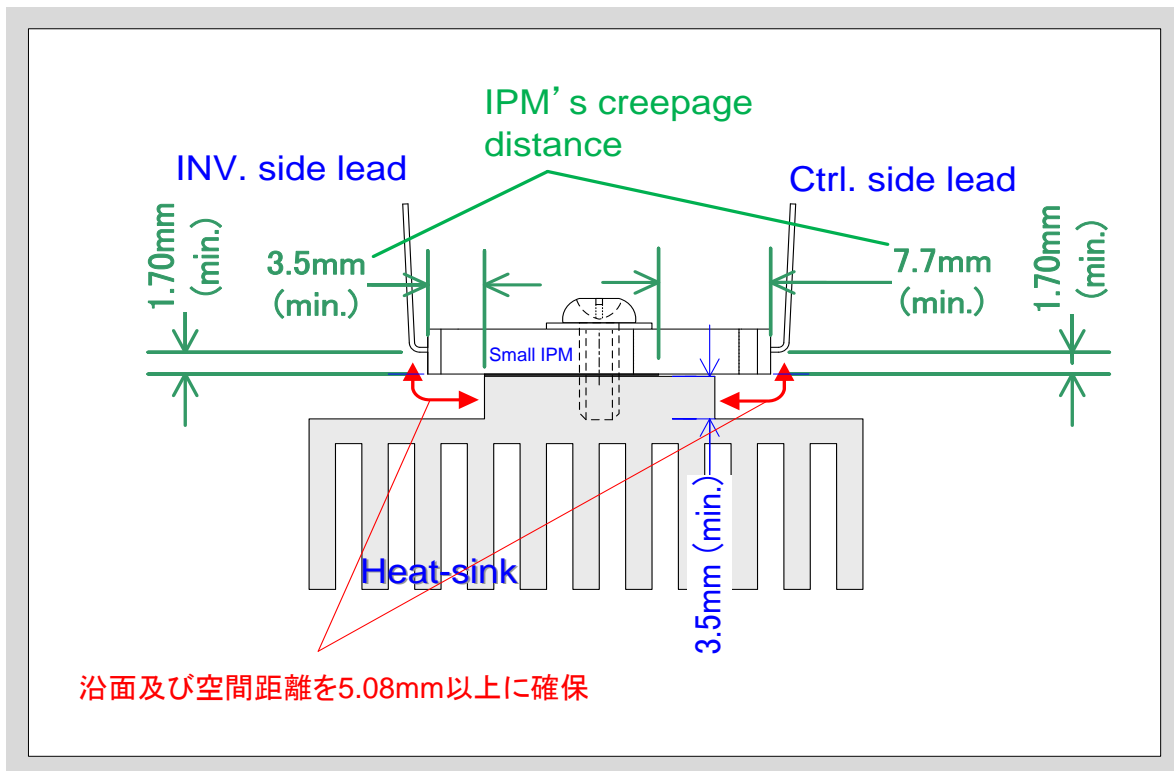

図8-2 ヒートシンクの絶縁距離
- 図8-2のようなヒートシンク加工により、UL508C table36.3規格(AC240V系/サージ保護素子(SPD)あり)に準拠する空間距離、沿面距離5.08mm以上を確保できます。